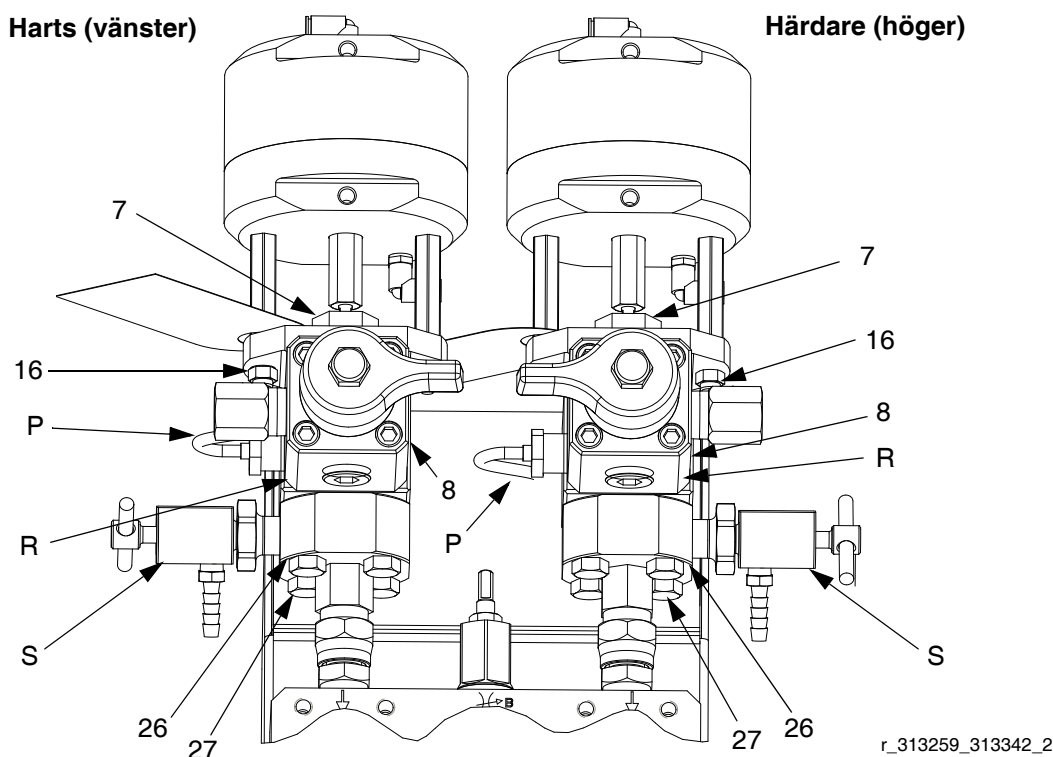

FIG. 1: Placering av härdar- och hartsdoseringsventil 255478
2. *Hartsdoseringsventil (vänster sida):* Ta bort skruvarna (27) och vänd säteshuset (26) 90° så att sidoportarna är vända åt vänster för provtagningsventilen (S) och bakåt för temperaturgivaren (ej i bild). Se FIG. 1.
3. *Härdardoseringsventil (höger sida):* Ta bort skruvarna om det behövs (27) och vänd säteshuset (26) 90° så att sidoportarna är vända åt höger och